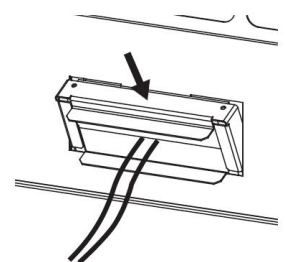

図11
- ④ ケーブルクランプを押さえながら金具を差込み、本体側に押し込んでください。(図11参照)